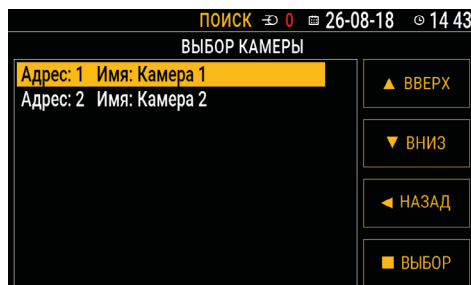

Рис.136. Выбор камеры для смены адреса.
- в устройстве «АвтоГРАФ-GSM-ИНФО 5» необходимо выбрать *Главное меню/Настройки*, далее ввести код устройства и перейти в меню *Периферия/Камеры*. В меню «Выбор камеры» приведен список камер, настроенных в устройстве (**Рис.136**) – адреса и настройки которых были записаны в устройство при помощи программы AGConf;